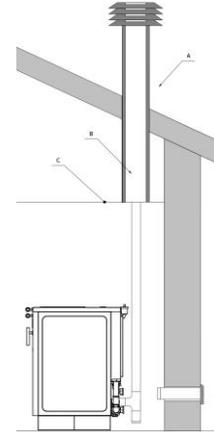

Figure 8
- En cas de cheminée de diamètre supérieur, il est nécessaire d'y introduire un tuyau métallique (à diamètre correspondant à la cheminée) isolé de façon adéquate (voir figure 8).